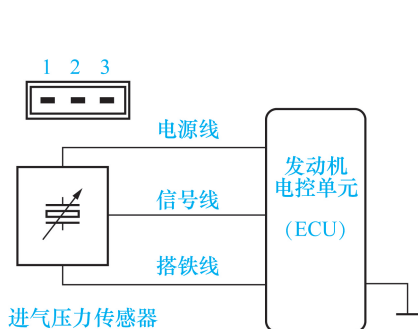

图 1-7 有源传感器电路
a. 有源传感器电路。大多数传感器需要由电控单元提供基准电压(一般为 5V)作为其电源才能正常工作,这类传感器称为有源传感器。如图 1-7 所示,有源传感器的连接线一般分为电源线、信号线和搭铁线。其中电源线、信号线一般与电控单元连接,而搭铁线可经电控单元搭铁,也可直接搭铁。